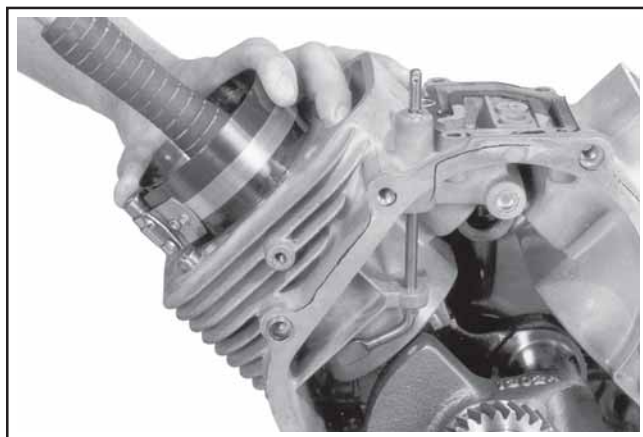

Figure 11-9. Installation du piston à l'aide d'un compresseur de bague.
4. Vérifier que le marquage « FLY » du piston est en face du côté volant du moteur. Taper légèrement avec un marteau au manche en caoutchouc sur le piston pour l'enfoncer dans le cylindre comme montré sur la Figure 11-9. Veiller à ce que les rails de la bague de commande de l'huile ne sautent pas entre le fond du compresseur et le haut du cylindre.